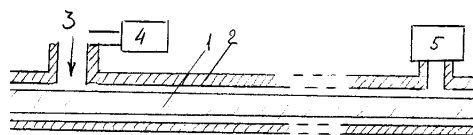

рис.6
**Способ определения места повреждения кабельной линии** описан в патенте Японии 4-17012. Кабельная линия 1 (рис.6) заключена в газонепроницаемую оболочку 2. В оболочку от компрессора 3 закачивается воздух до определенного давления. При этом датчик давления на входе линии 4 и датчик давления на выходе линии 5 должны показывать одинаковые значения. При повреждении оболочки линии возникает разница показаний датчиков давления. При этом место разрыва определяют по этой разнице показаний.